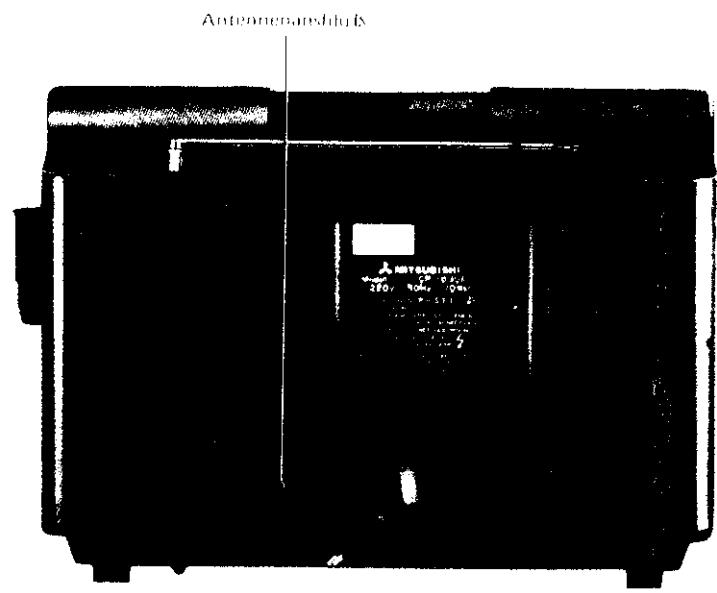
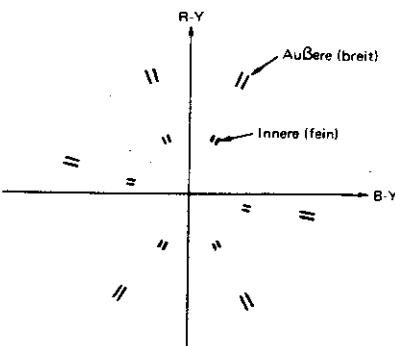

Abb. 3 Rückseite
Abb. 6 Vektor-Muster vom Farbbalkensignal
- (1) Stellen Sie ein Farbbalkentestbild ein.
- (2) Drücken Sie den AFT-Taste.
- (3) Drücken Sie die Optimum-Taste (Abb. 3) sollte in Mittelstellung stehen.
- (4) Den Farbvorregler VR602 auf der Hauptplatine in Mittelstellung bringen. Den Pegelregler (Level Adj. VR601) auf der Hauptplatine in Uhrzeigersinn auf 90° an der Mitte einstellen.
- (5) Schließen Sie die X-Y-Eingänge des Oszilloskops an den TP-46B (B-Y OUT) und den TP-46R (R-Y OUT) auf der Hauptplatine an. Stellen Sie die Helligkeit des Oszilloskops so ein, daß die sechs äußeren und die sechs inneren Farbpunkte im Vektor-Diagramm einwandfrei zu sehen sind. (Abb. 6)